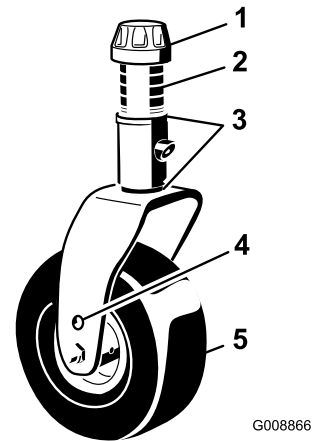

Figura 80
1. Togliete il cappuccio di tensione dall'asse del perno ed estraete il perno dal braccio della ruota orientabile (Figura 80).